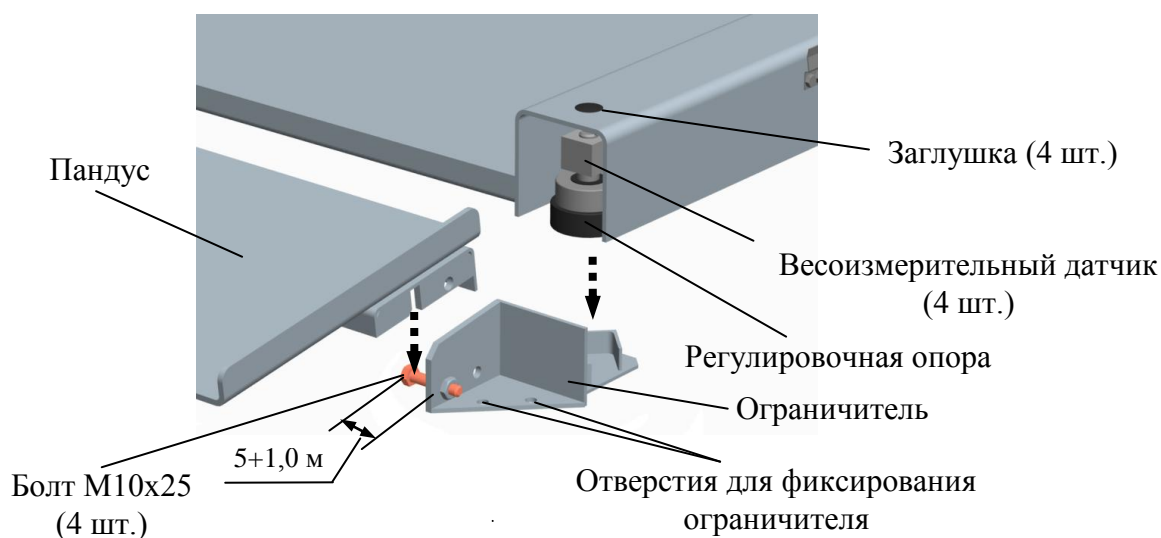

Рисунок 4.2 – Сборка модуля взвешивающего 4D-LA
4.3.3 Отрегулируйте болты в ограничителе так, чтобы зазор между головкой болта и стенкой ограничителя был 5+1,0 мм (см. рис. 4.2).
4.3.4 Поочередно приподнимая каждый из четырех углов платформы, подложите ограничители под регулировочные опоры датчиков и установите пандусы (см. рис. 4.2).
При необходимости зафиксируйте ограничитель болтами М10 (8 шт.) через отверстия (см. рис. 4.2). Болты для фиксирования ограничителя в комплект поставки не входят.